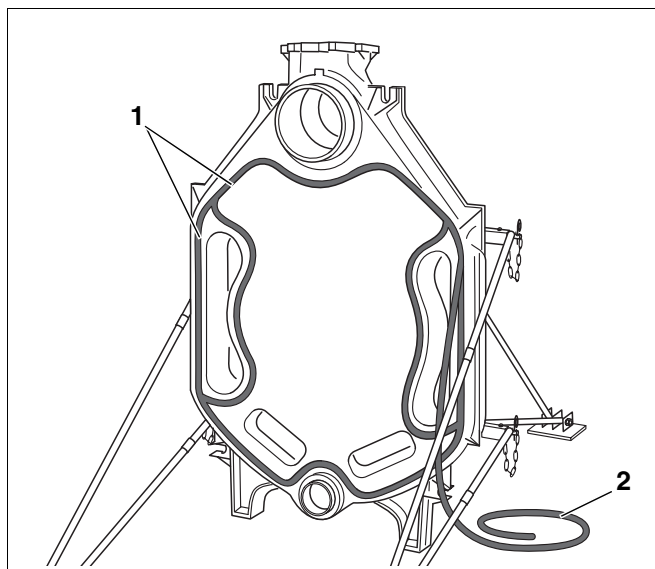

Fig. 13 Montering af tætningsnoren (KM-snor)
- Elastisk tætningsnor (KM-snor: Læg elastisk tætningsnor Fig. 13, **pos. 2**) i tætningsporene (Fig. 13, **pos. 1**) på forsiden af bagelementet, idet du begynder foroven, og tryk snoren let ind. Lad tætningsnoren overlape med 2 cm i enderne, og tryk enderne fast imod hinanden.